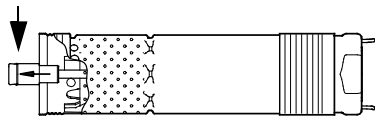

Fig. 5
- 2. Extraer el eje de la bomba hasta la posición indicada en la fig. 5.